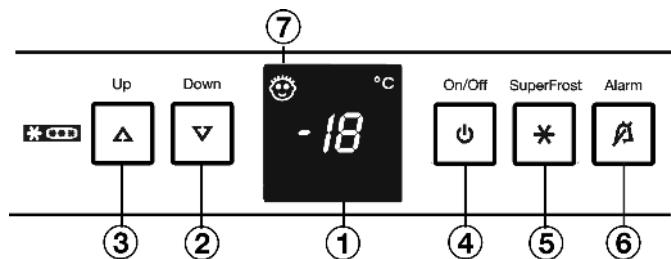

Fig. 2
- нажмите кнопку On/Off Fig. 2 (4).
- Активация режима настройки: удерживайте кнопку SuperFrost Fig. 2 (5) прибл. 5 секунд.
- Кнопкой настройки Up Fig. 2 (3) или кнопкой настройки Down Fig. 2 (2) выберите  $\text{h}$ .
- Подтвердить: Коротко нажмите кнопку SuperFrost Fig. 2 (5).
- Увеличение яркости индикации: нажмите кнопку настройки Up Fig. 2 (3).
- Уменьшение яркости индикации: нажмите кнопку настройки Down Fig. 2 (2).
- Подтвердить: нажмите кнопку SuperFrost Fig. 2 (5).
- Выход из режима настройки: нажмите кнопку On/Off Fig. 2 (4).